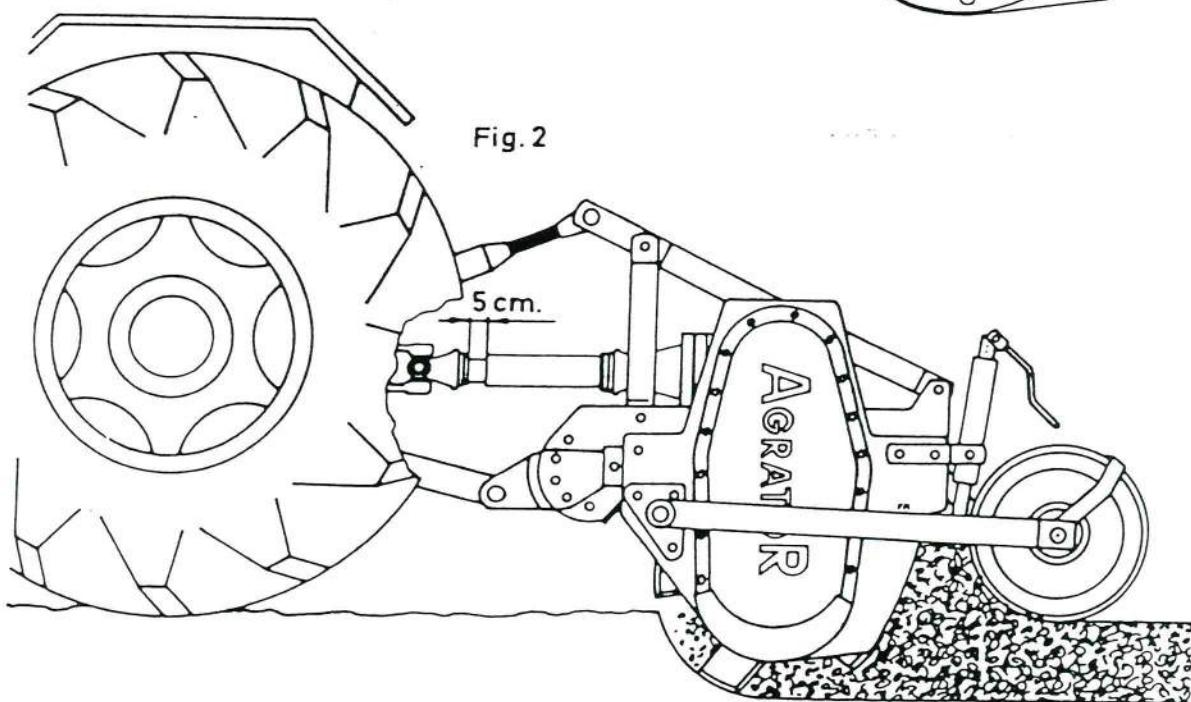

Fig. 2
- B) De centrale aandrijfkast met tandraderen moet worden gevuld met Valvoline SAE 90. Daartoe moet de schroefdop worden losgedraaid en worden op gevuld totdat de olie uit de onderste opening begint te stromen. De inhoud is ongeveer 2 liter. Fig. 2.
- C) De laterale transmissie aan de linkerzijde heeft twee schroefdoppen, één aan de boven-en één aan de onderkant. Om deze met VALVOLINE SAE 90 te vullen worden beide losgedraaid. Er wordt gevuld aan de bovenkant totdat de olie aan de onderkant begint uit te stromen. (Inhoud: ongev. 2 liter). Fig. 2.